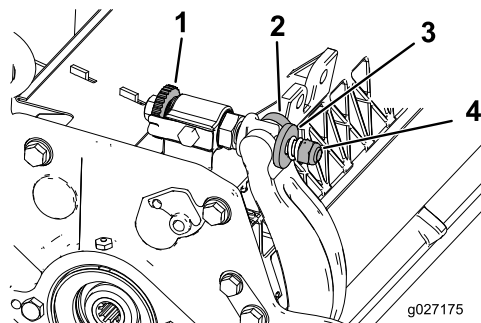

Figura 24
1. Ruotate le viti di regolazione della barra di appoggio in senso antiorario per allontanare la controlama dal cilindro (Figura 24).
2. Allentate il dado di tensione della molla, finché la rondella non sarà più in tensione contro la barra di appoggio (Figura 24).